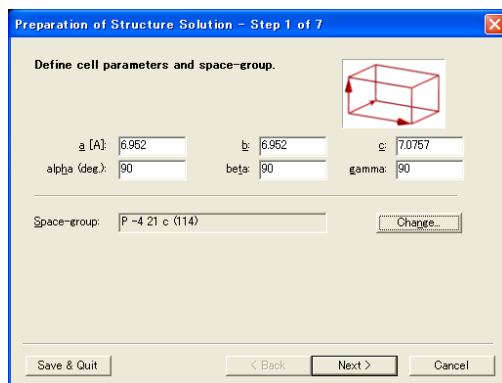

図 25: ウィザード p1: 格子定数と空間群が指定された状態
セッション 1 同様、まず格子定数の入力が必要です。データは $a = b = 6.952\text{\AA}$, $c = 7.0757\text{\AA}$, $\alpha = \beta = \gamma = 90^\circ$ です。しかしセッション 1 の場合と異なり、ここで空間群を指定することになります。“Change...”をクリックし空間群選択ボックスを開いてください。左上部のフィールドに Hermann-Mauguin 記号“P-421c (114)”を入力してください。スクロールダウンリスト中の 114 番目の項目を選択する形でも構いません。OK をクリックすると画面は図 25 のようになっているはずです。